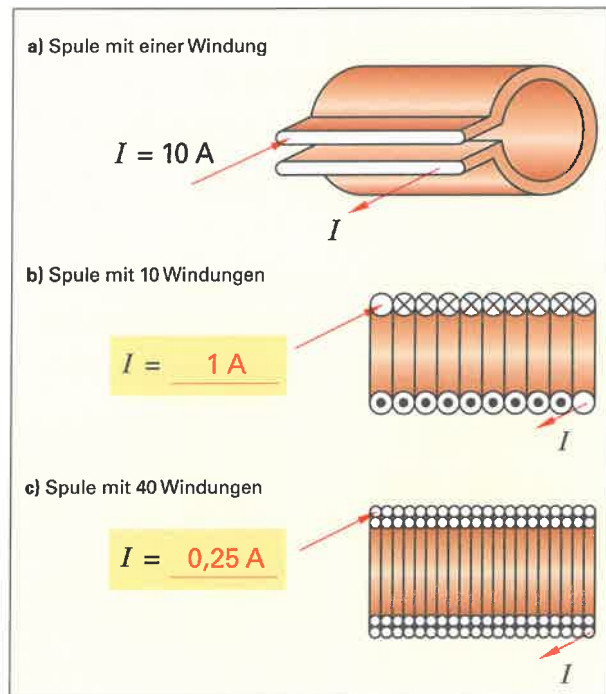

Bild 1: Durchflutung von Spulen
4. Die drei Luftspulen im Bild 1 sollen magnetisch gleichwertig sein. Ergänzen Sie die notwendigen Stromstärken für die Spulen b) und c).